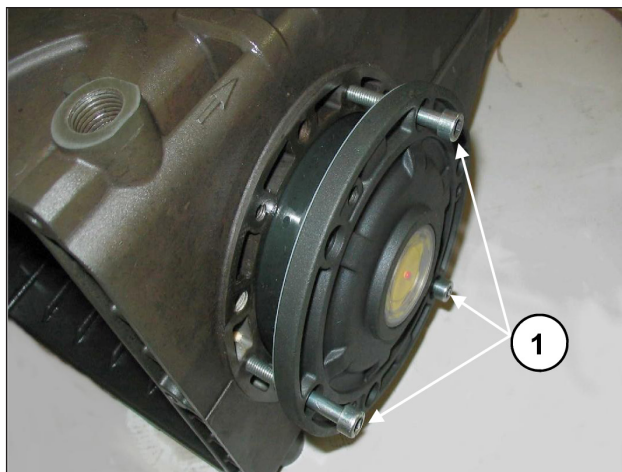

Fig. 8
Per facilitare l'imbocco del primo tratto ed il relativo inserimento dei coperchi sul carter, si consiglia l'utilizzo di N° 3 viti M6 x 40 parzialmente filettate, (Fig. 8, pos. ①) per poi completare l'operazione con le viti in dotazione (M6x16).